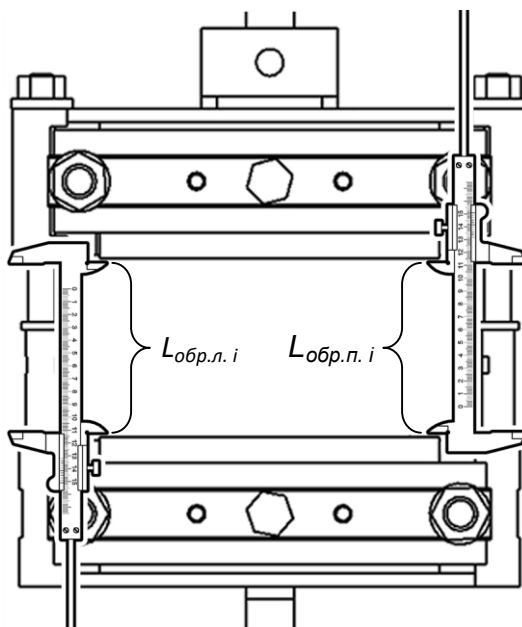

Рисунок 4 – Замер расстояния между зажимами
9.7.8 При полностью сомкнутых губках зажимов замерить расстояние между зажимами 1 ... 3 штангенциркулем $L_{обр.1} \dots L_{обр.3}$ и сравнить с показаниями машины (параметры $L_1 \dots L_3$) (см. рисунок 4, страница 7).